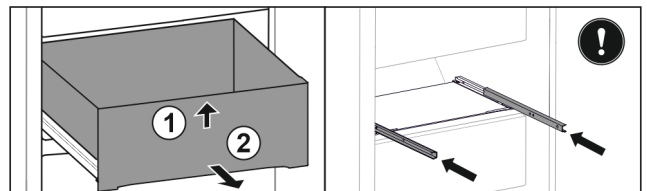

Fig. 36*
- Sollevare il cassetto sul lato anteriore Fig. 36 (1)*
- Rimuovere tirando in avanti Fig. 36 (2)*